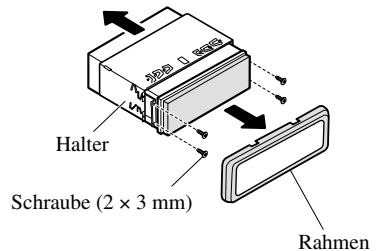

Abb. 12
- Nehmen Sie den Rahmen und den Halter ab. (Abb. 12)